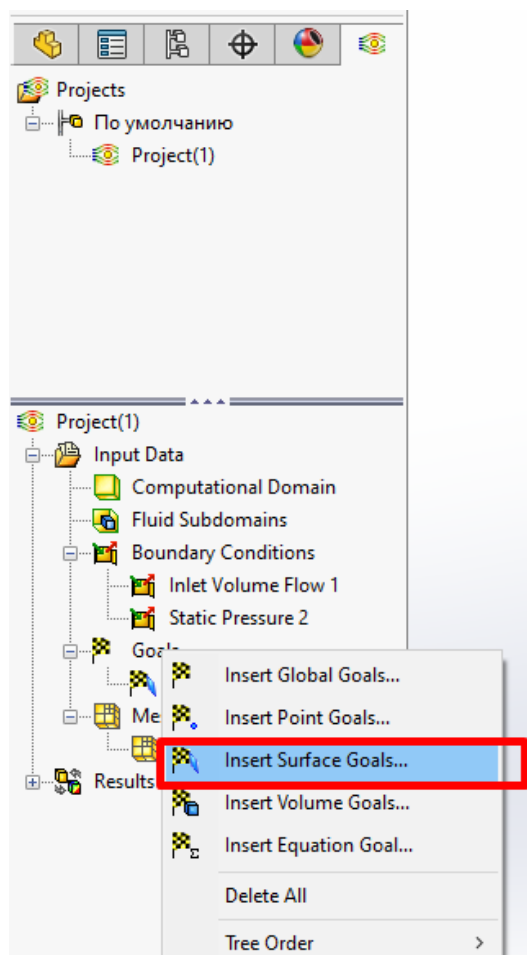

Рисунок 10.26 – Додавання цілей обчислення
1. Натисніть ПКМ на значку **Goals** (Цілі) у дереві **Flow Simulation Analysis** (Аналіз Flow Simulation) і виберіть **Insert Surface Goals** (Додати поверхневі цілі) (рис. 10.26).